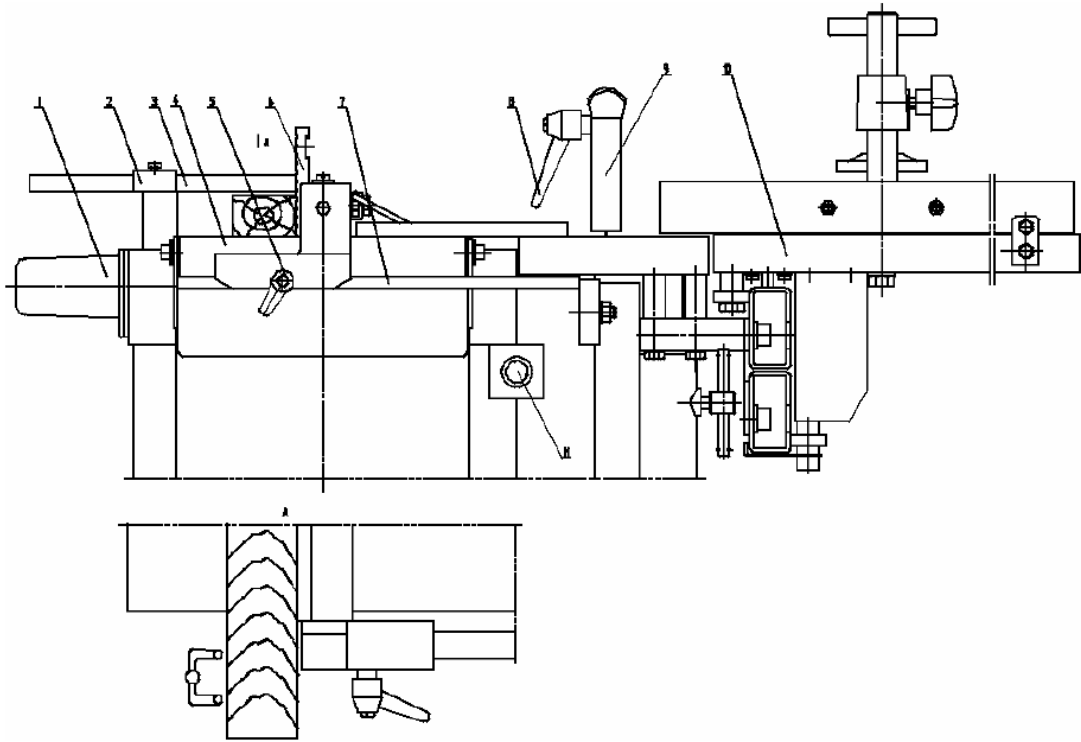
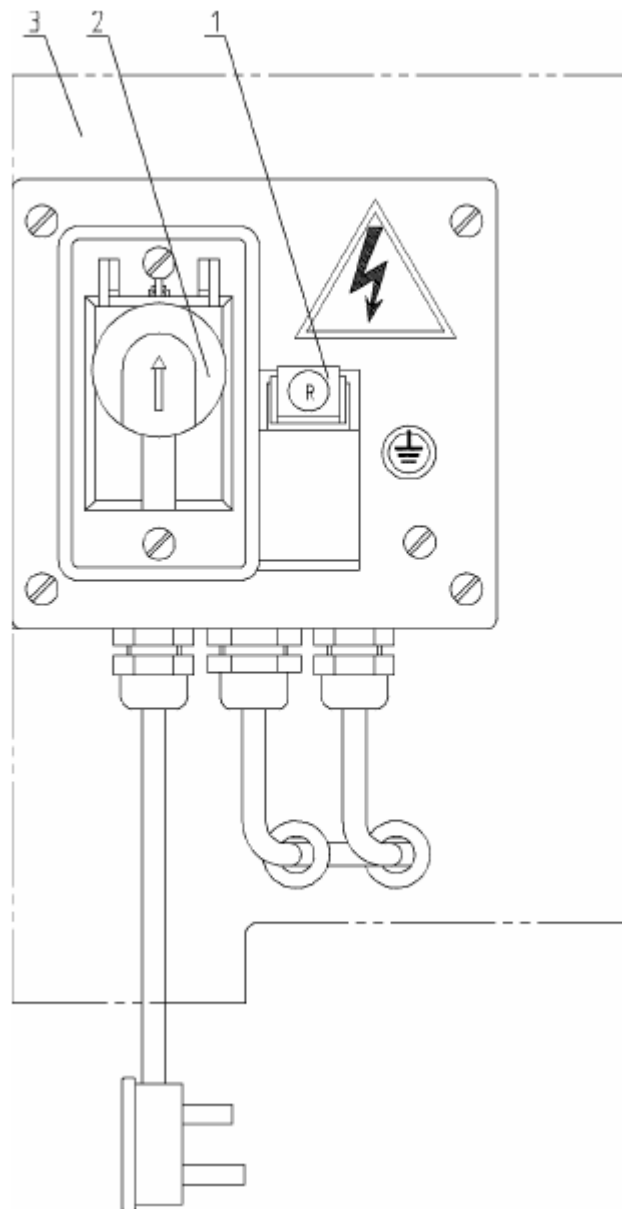

Рис. 9 Схема для фугования (для широкой заготовки)
Рис. 14 Схема установки переключателя
7.2 Фугование (Рис. 9)
Внимание: Расположите гладкую поверхность направляющей 7 влево (Рис. 9), снимите дисковую пилу, сверло, панель резцов и кожух фрезы. Установите защитный колпак пилы и защитный колпак оправки. Переведите кнопку 1 в положение R (Рис. 14).
- Оператор должен стоять так, как показано на Рис. 9. Инструкции по эксплуатации
- Выньте сверло и снимите дисковую пилу, установите кожух шпинделя 1 и защитный колпак 9 (Рис. 9)
- Установите кнопку 1 в рабочее положение. В случае возникновения внезапных неполадок или аварии нажмите на кнопку 2 (Рис. 14).
Внимание: Поверните поворотную кнопку 1 в положение R (Рис. 14). При резке под углом крепко зажмите заготовку (Рис. 5).
- Снимите дисковую пилу, установите защитный колпак пилы 9, как показано на Рис. 9. Накройте оправку оградительным устройством 3.
- Снимите кожух оправки 1 (Рис.9).
- Смените положение переключателя 1 в позицию R (Рис. 14). Направление подачи является аналогичным направлению пресс-строгания. Глубина фрезерования составляет около 3 мм. Макс. глубина составляет не более 5 мм.
- При наличии каких-либо неполадок нажмите на кнопку 2 (Рис. 14).